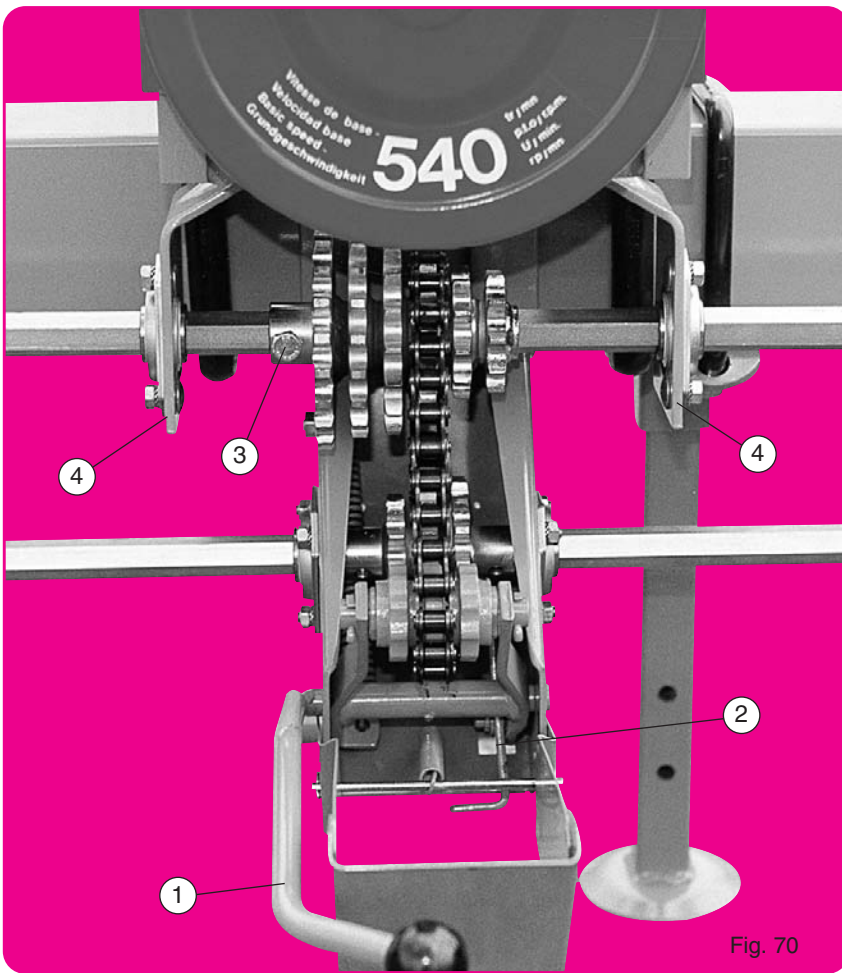

Fig. 70
- Montage normal (fig.70) pour semoir à nombre de rangs pair et inter-rangs supérieur à 45 cm.
- Normal assembly (fig. 70) for planters with an even number of rows and inter-row spacing over 45 cm (18")
Normale Montage (Abb. 70) für Sämaschinen mit gerader Reihenanzahl und Reihenabstand über 45 cm.
- Обычная сборка (рис.70) для сеялок с четным количеством рядов и расстоянием между рядами свыше 45 см.